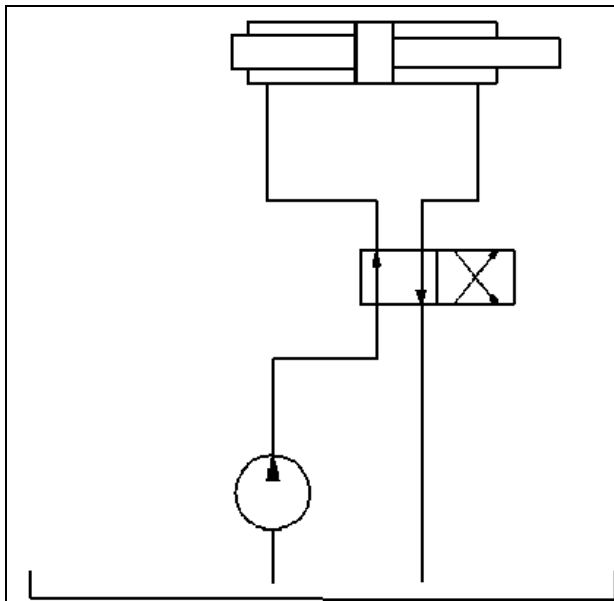

Рисунок 21
22. Подача насоса (рис. 21) равна  $Q = 280$  л/мин. Рассчитать диаметры всасывающей, напорной и сливной гидролиний, принимая следующие расчетные скорости:  $V_1 = 0,6$  м/с - для всасывающей гидролинии;  $V_2 = 4$  м/с - для напорной гидролинии;  $V_3 = 1,4$  м/с - для сливной гидролинии.